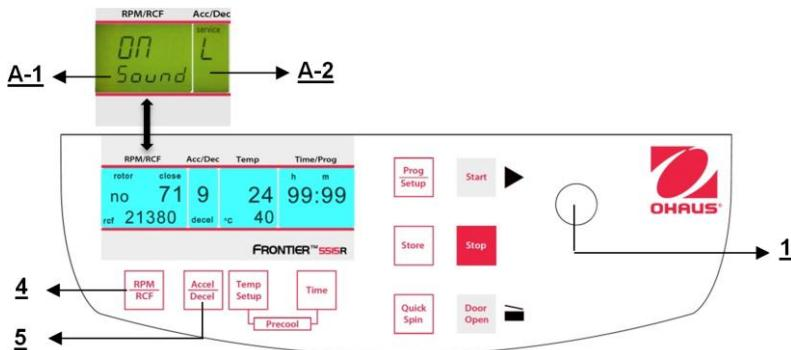

Figura 32
Proceda como se describe en el punto 4.1.1 para ingresar en este modo de programa y luego presione el botón "Accel/Decel" (5). En la pantalla "Acc/Dec" (A-2) destella la palabra "Service". Ahora seleccione la letra "L" con la perilla de ajuste (1). Como resultado, aparecen las palabras "On Sound" en la pantalla "RPM | RCF" (4). Si presiona el botón "RPM | RCF" (4) ahora, destella la palabra "On" y puede apagar el sonido con la perilla de ajuste (1) (vea la Figura 32).